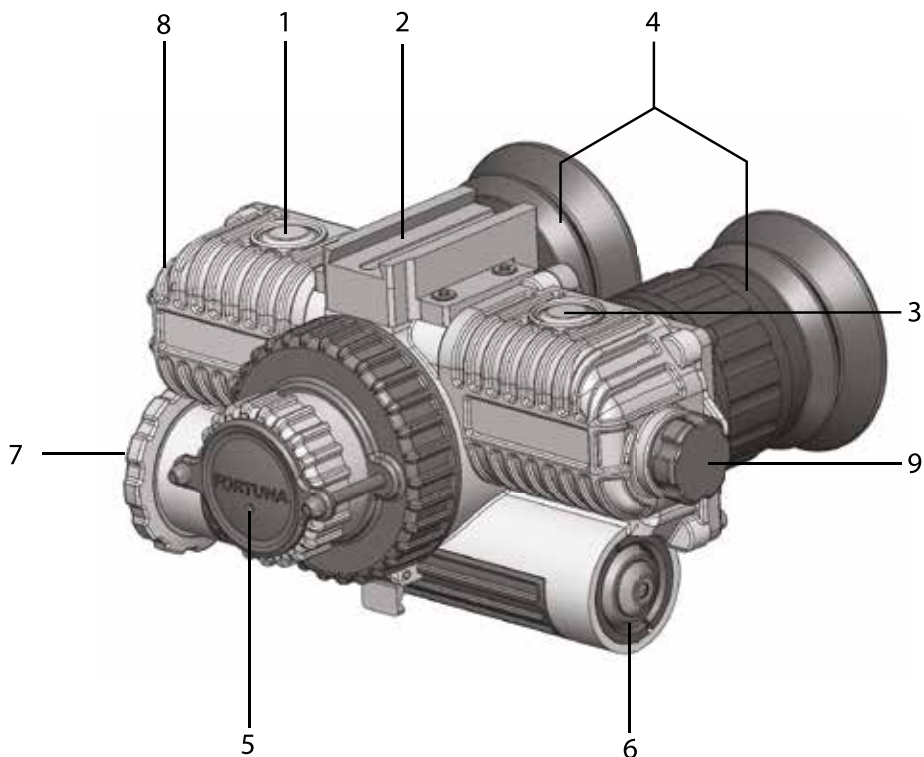

Рис. 1
На рис. 1 показаны внешний вид, основные узлы и органы управления прибором.
Включение и выключение прибора производится при помощи кнопки (6), рис. 1. Кнопка имеет два положения: включено – кнопка утоплена и выключено – кнопка отжата.
Окуляры имеют диапазон диоптрийной настройки от -5 до +5 диоптрий. Вращая кольца диоптрийной настройки окуляров (4), рис. 1, добейтесь резкого изображения дисплея. Для более комфортного наблюдения отрегулируйте межзрачковое расстояние сдвигая или раздвигая окуляры между собой.